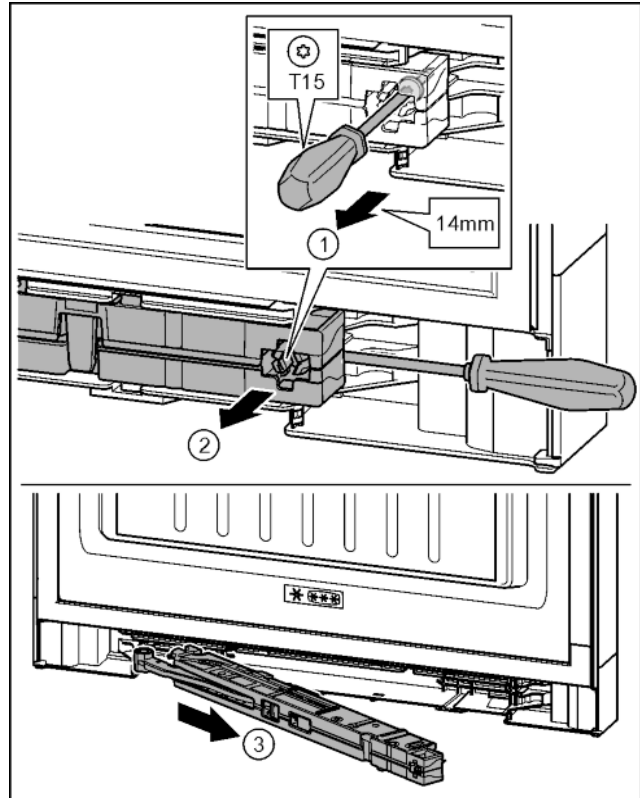

Fig. 16
- Schraube an Schließdämpfereinheit mit Schraubendreher T15 ca. 14 mm lösen. Fig. 16 (1)
- Mit Schraubendreher griffseitig hinter Schließdämpfereinheit fahren. Einheit nach vorn drehen. Fig. 16 (2)
- Einheit herausziehen. Fig. 16 (3)